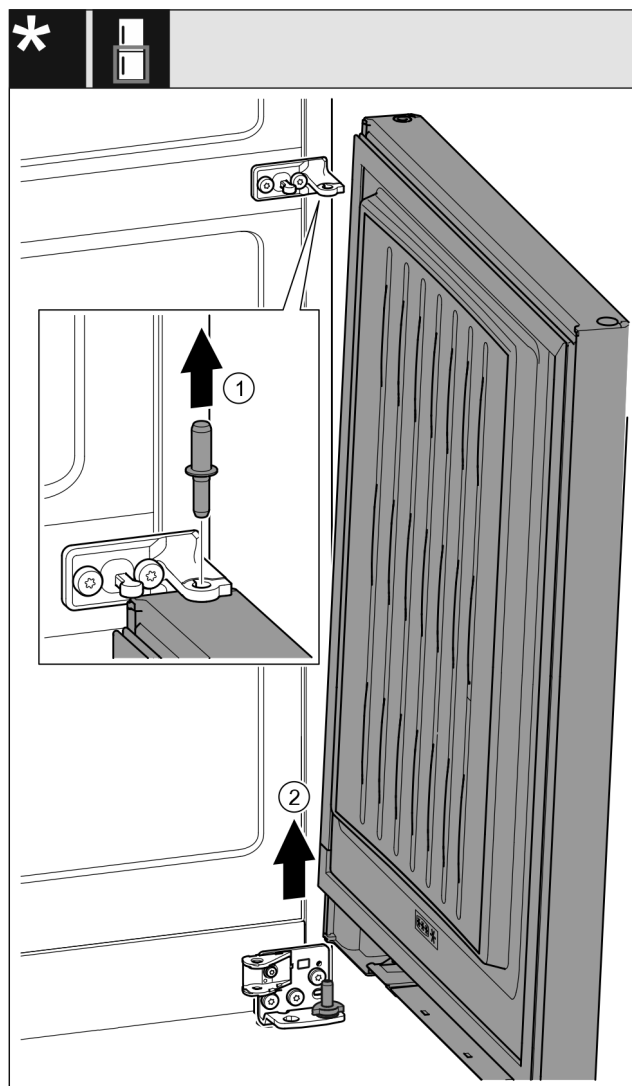

Fig. 27 S tlumičem zavírání*
- Čep Fig. 27 (1) vytáhněte nahoru.*
- Dveře Fig. 27 (2) kýváním vysadíte a odložíte stranou.*